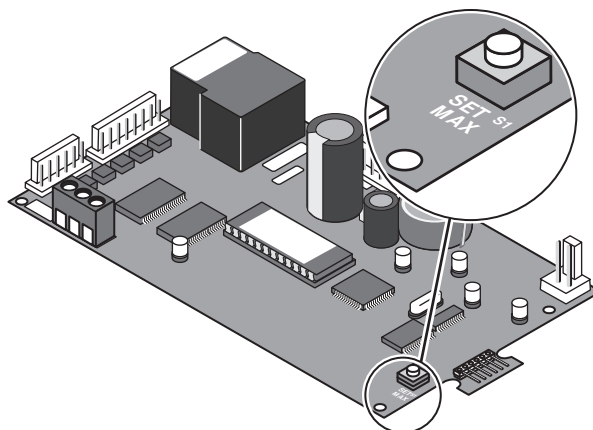

Figure 7.
- 3 Appuyer sur la touche **Max. Temp. Set Point** à l'arrière du tableau de commande (voir la figure 7).